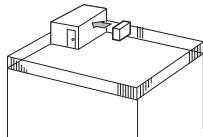

Fig. 2-4
- ① Umistěte výstup vzduchu směrem k nejbližší dostupné zdi a ponechte u ní volný prostor přibližně 35 cm. (Fig. 2-4)